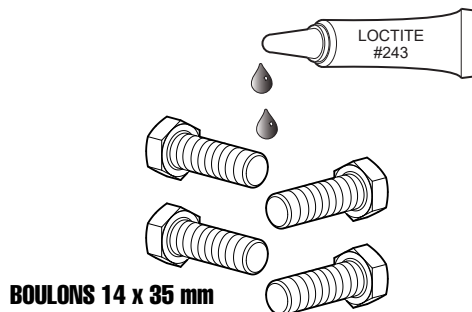

Figure 33. Appliquer de la Loctite^{MD} 243^{MC} (Boulons du couvercle avant)
19. Appliquer de la Loctite^{MD} 243^{MC} sur les filetages mâles des quatre boulons à tête creuse de 14 x 35 mm qui ont été retirés juste avant du couvercle avant (Figure 33).